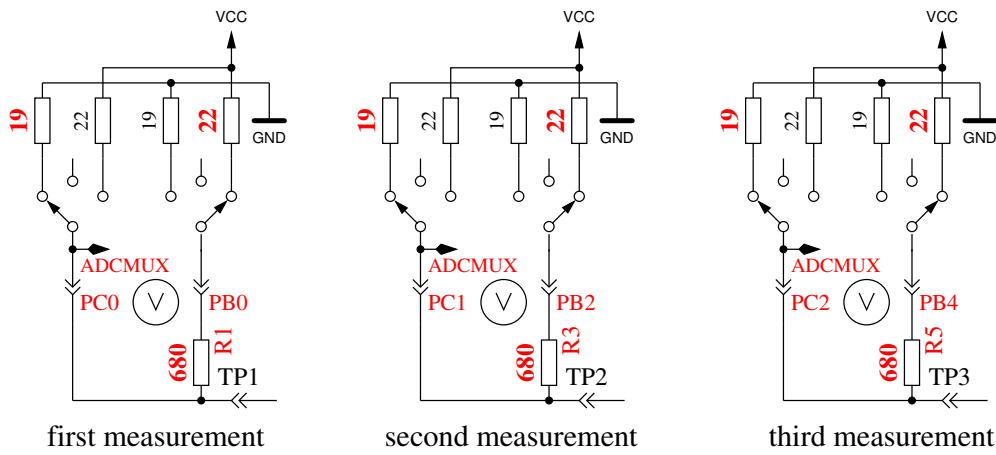

Abbildung 5.62. Messung des Innenwiderstandes von auf GND geschalteten Port-C-Ausgängen.
5. Dieser Schritt testet die **Fähigkeit von mit GND (-) verbundenen 470kΩ-Widerständen (H) die Testpins auf GND zu ziehen**. Zeile 1 zeigt den Text „RH-“. Zeile 2 sollte für alle drei Pinne Null mV anzeigen.
6. Dieser Schritt testet die **Fähigkeit von mit VCC (+) verbundenen 470kΩ-Widerständen (H) die Testpins auf VCC zu ziehen**. Zeile 1 zeigt den Text „RH+“. Der bestmögliche mV Wert für die drei Messungen wäre 0 in Zeile 2, da die Diffenz zu VCC dargestellt wird. Große Abweichungen vom Idealwert für Schritt 5 und 6 sind Fehler wie Isolations-Problem, Flussmittelreste oder beschädigter Port.
8. **Messung des Innenwiderstandes eines auf GND geschalteten Ausgangs.** Dieser und die folgenden Schritte werden nur bei gewählter AUTO_CAL-Option durchgeführt. Die internen Port-C-Widerstände von auf GND (-) geschalteten Ausgängen werden mit dem Strom der nach VCC (+) geschalteten 680Ω Widerstände gemessen, siehe Abbildung 5.62. Es werden nur die drei Pins des ADC-Ports vermessen, die Widerstands-Ports PB0, PB2 und PB4 können nicht ohne Veränderung der Hardware gemessen werden. Es wird angenommen, dass die Portwiderstände von unterschiedlichen Ports nahezu identisch sind. Der Widerstandswert wird im nächsten Schritt mit ausgegeben.